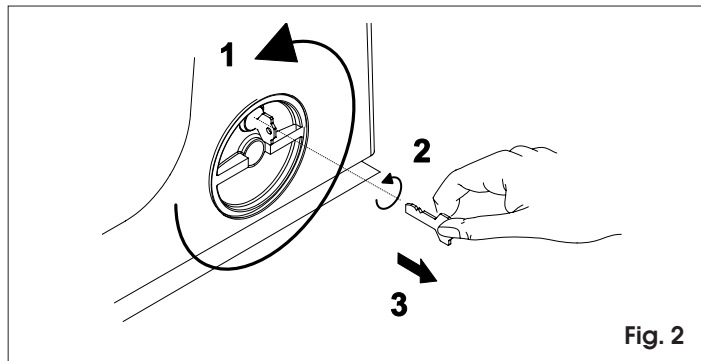

Fig. 2
Encombrement motoréducteur LxPxH(mm)	voir fig. 2
- 1) Ruotare il sistema di sblocco in senso antiorario di circa 180°, come indicato in Fig.2.
- 2) Ruotare la chiave in senso antiorario ed estrarla dalla serratura, come indicato in Fig.2.
- 1) Turn the release system by about 180° anti-clockwise, as shown in figure 2.
- 2) Turn the key anti-clockwise and remove it from the lock, as shown in figure 2.